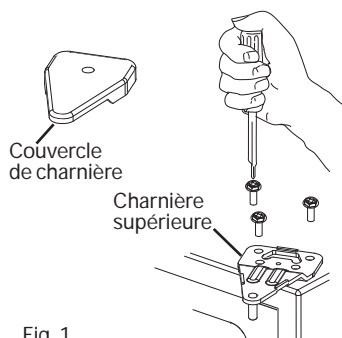

Fig. 1
1. Enlever le couvercle de charnière supérieur. (Fig. 1)